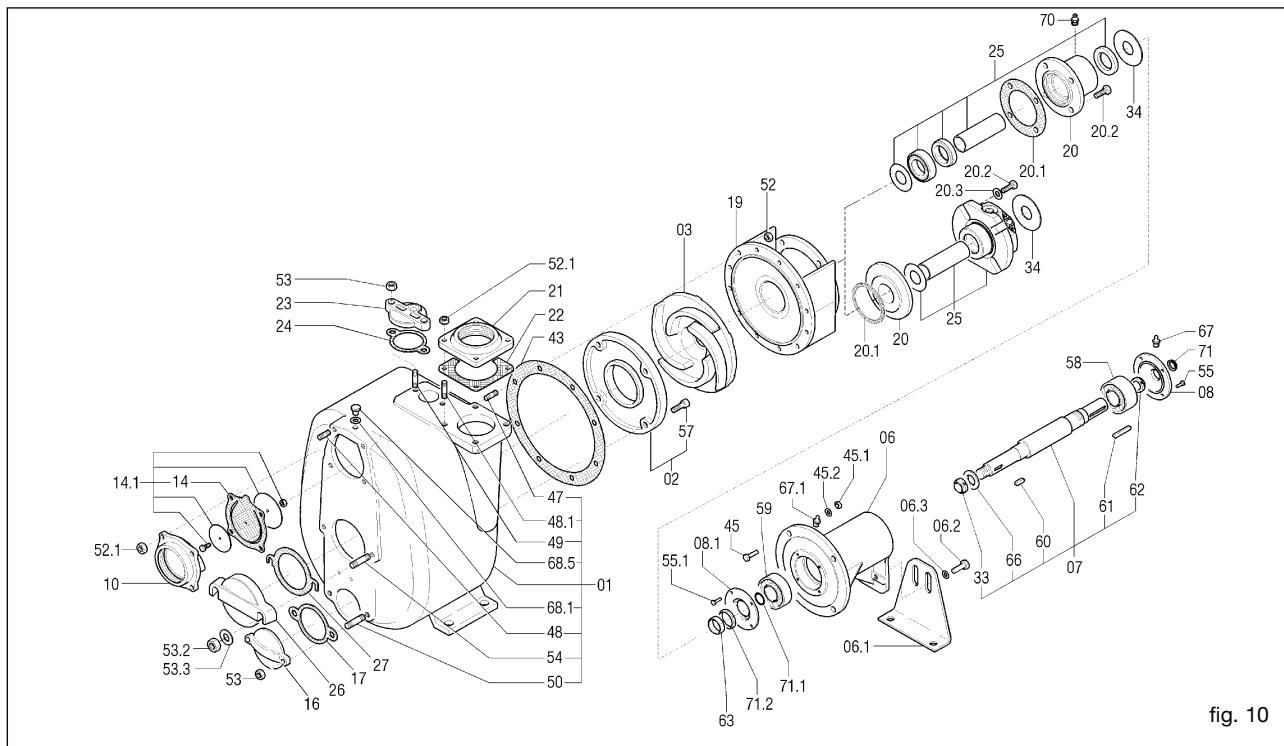
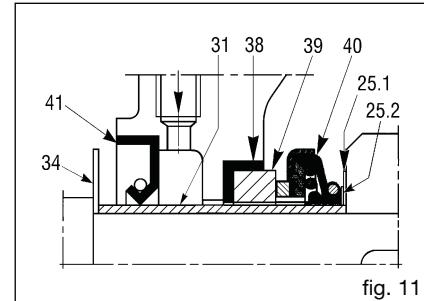
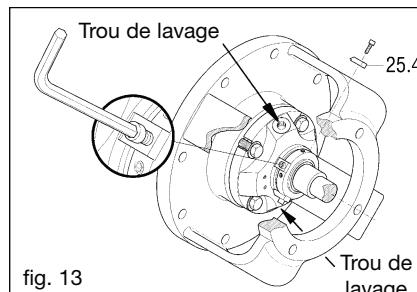

fig. 10
fig. 11
fig. 13
Le tuyau d'aspiration doit avoir un diamètre égal à celui de l'orifice d'aspiration de la pompe (consulter Varisco pour des diamètres supérieurs). Eviter, si possible, les coude ou les étranglements pouvant limiter l'arrivée de liquide à la pompe. Ne pas monter la soupape de pied car la pompe est équipée d'un clapet anti-retour incorporé (14) (fig. 10).
À titre d'exemple, un dessin éclaté est représenté (fig. 10).
### 13.2 Remplacement de la turbine (fig. 10)
### 13.3 Remplacement de la plaque d'usure (fig. 10)
### 13.4 Remplacement de la soupape (fig. 10)
### 13.5 Remplacement de la garniture de type 1 - 2 - 3 (fig. 10,11 et 12)
### 13.6 Remplacement de la garniture de type 4 - 5 (référence fig. 10, 13, 14, 15 et 16)
- Dévisser les écrous (52) (fig. 10) et enlever le corps de la pompe en veillant à ne pas abîmer le joint (43).
- Bloquer la turbine (03) et enlever l'écrou à blocage automatique (33).
- Fixer les goujons (25.4) qui bloquent la garniture dans les logements correspondants (fig. 13).
- Enlever les goujons (25.4) (fig. 13) qui bloquent la garniture et les fixer sur les trous prévus à cet effet de la bride afin de les utiliser durant la phase de démontage.
- Il faut pur cela que les cotes A et B des fig. 17, 18, 20 et 21 soient le plus possible égales. Il est donc nécessaire d'utiliser les anneaux de compensation (25.2) (fig. 11) fournis avec la garniture de rechange. Ces anneaux servent à déplacer la turbine vers l'avant au cas où elle soit trop loin de la plaque d'usure frontale ou trop près de celle arrière (quand elle est prévue). Les anneaux de compensation doivent être montés entre l'anneau qui soutient la garniture (25.1) (fig. 11) et la turbine. D'autres ajustements peuvent être faits avec les joints du corps et la plaque d'usure arrière. Le joint (43) (fig. 10) qui a une épaisseur de 0,5 mm permet d'obtenir la distance voulue (fig. 19).
### 13.8 Entretien des roulements (fig. 10)